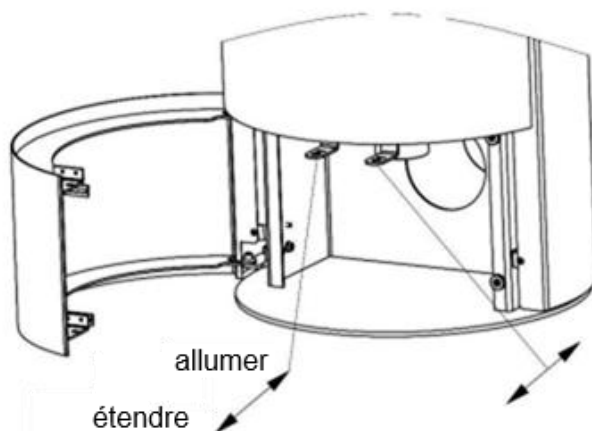

Fig. 9
3. Une fois le bois complètement enflammé, après environ 2 minutes, fermez la vanne de manière appropriée selon la direction de la flèche, en fonction des besoins, comme indiqué sur la fig. 9.